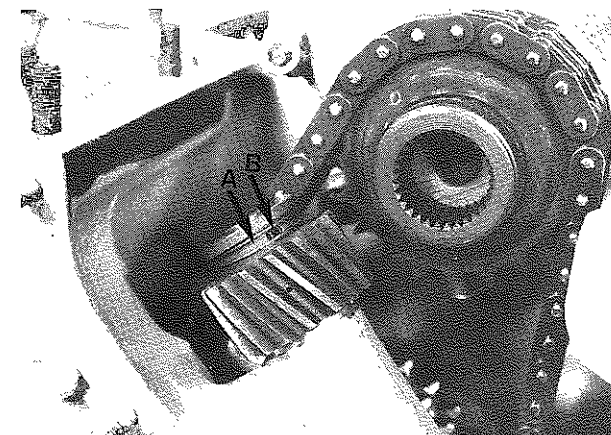

Fig. 77 - A) Anello - B) Spina elastica
- Togliere l'anello d'arresto A ed estrarre la spina elastica B sull'ingranaggio comando spinterogeno (**Fig. 77**); stilare l'ingranaggio e, superiormente, l'alberino comando.
- Remove lock ring A and withdraw spring pin B on the distributor control gear (**Fig. 77**); pull out the gear and the control shaft.